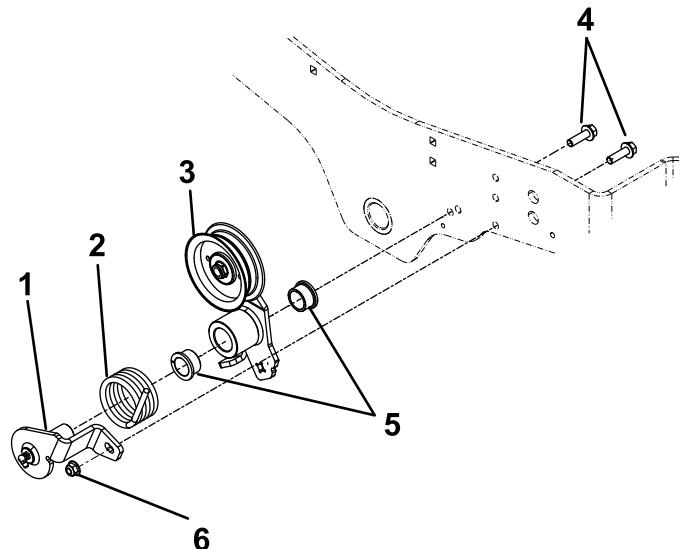

Figure 6
- 3. Fixez le support et le bras de la poulie de tension sur le cadre de la machine à l'aide de 2 boulons ($\frac{3}{8}$ " x 1 $\frac{1}{4}$ "), 2 bagues, un ressort et un contre-écrou en nylon ($\frac{3}{8}$ ") ; voir Figure 6.